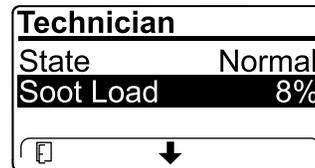

Figura 10
- Verificate il carico di fuliggine misurato come percentuale di fuliggine nel FAP (Figura 10); fate riferimento alla tabella del carico di fuliggine.